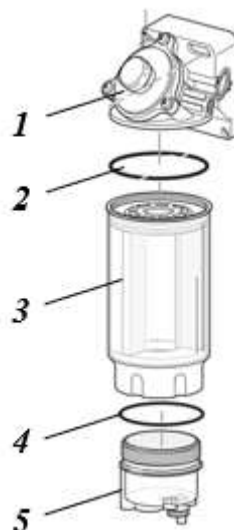

Рисунок 5.31. Замена фильтра грубой очистки топлива
- Процедура замены фильтра показана на рис. 5.31.